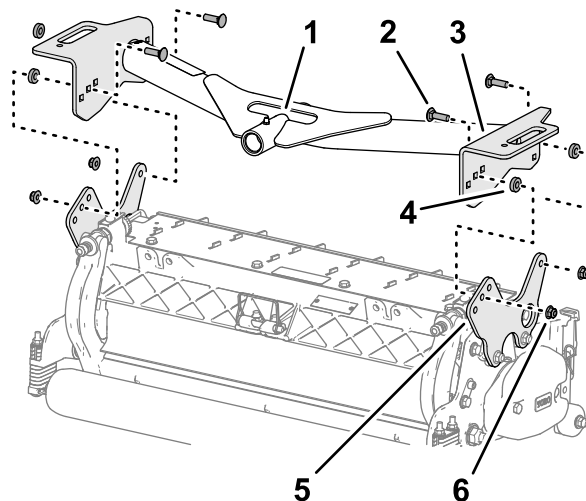

Рисунок 19
- Совместите отверстия в пластинах передней несущей рамы с отверстиями в монтажных пластинах режущего блока (**Рисунок 19**).
- Установите проставку между несущей и монтажной пластинами (**Рисунок 19**) и соедините пластины и проставку, не затягивая, с помощью каретного болта ($\frac{3}{8}$ x $1\frac{1}{4}$ дюйма) и фланцевой контргайки ($\frac{3}{8}$ дюйма).